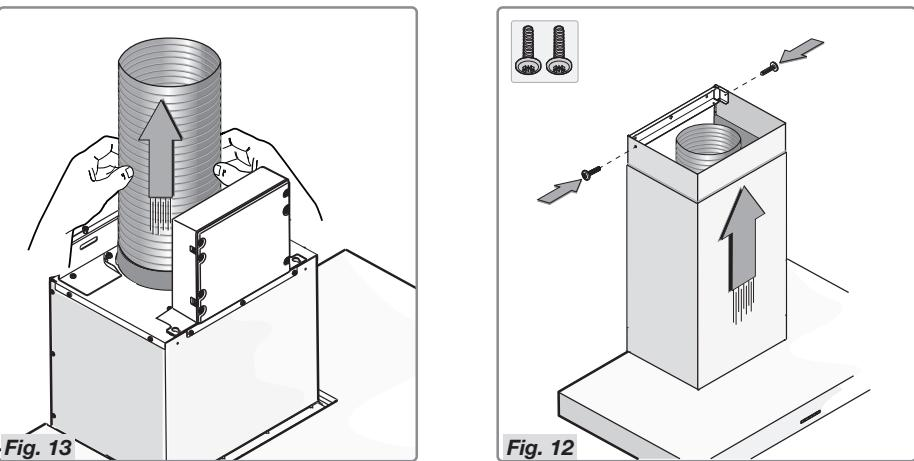

Fig. 11
- Tilslut flangen til luftudløbet ved hjælp af et rør (fig. 11).